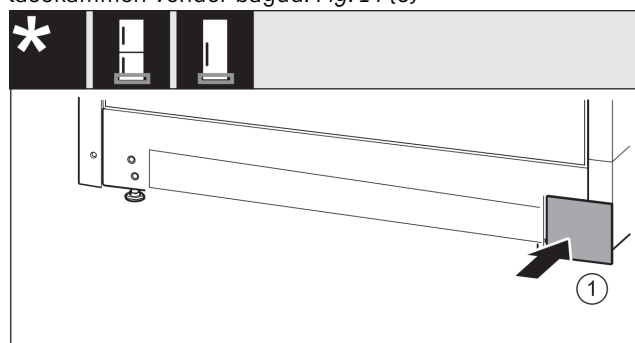

Fig. 15
- ▶ Sæt afdækningen på den anden side igen. Fig. 15 (1)